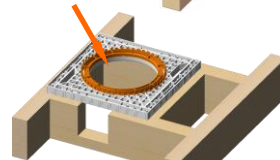

Fig 8
- Montera ringen i plattan och tryck ner klackarna i plattan, se fig 8